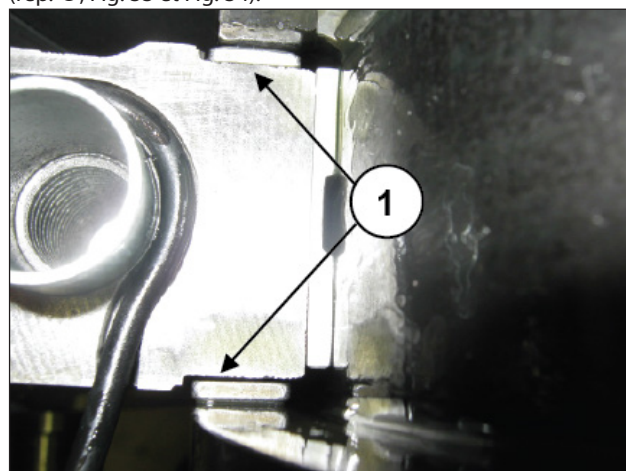
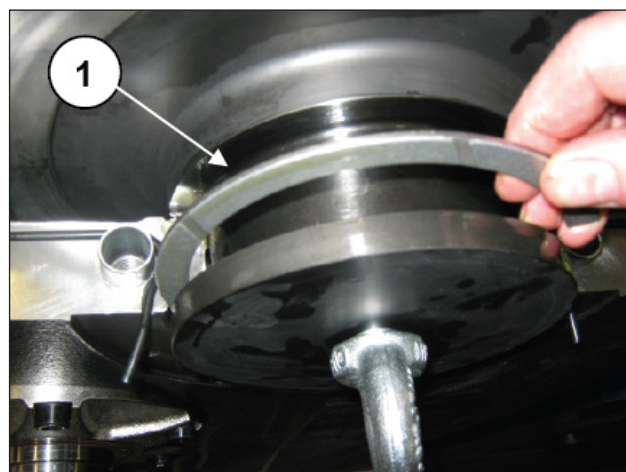

Fig. 33
Fig. 34
Retirer les deux demi-bagues de butée axiales du vilebrequin (rep. ①, Fig. 33 et Fig. 34).